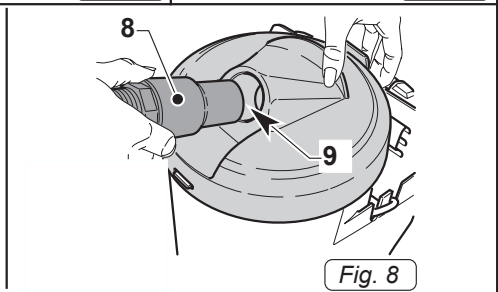

Fig. 8
- Inserire il manicotto (8 Fig.8) del tubo flessibile in dotazione nel foro (9 Fig.8) di aspirazione aria.